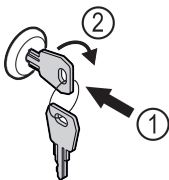

Fig. 92
- ▶ Klíč zasuňte dovnitř Fig. 92 (1).
- ▶ Otáčejte klíčem o 90° ve směru hodinových ručiček Fig. 92 (2).